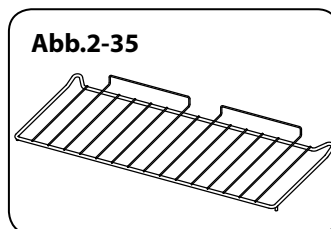

Abb.2-35
- Zwei volle Kapazität Regale (**Fig.2-35**)